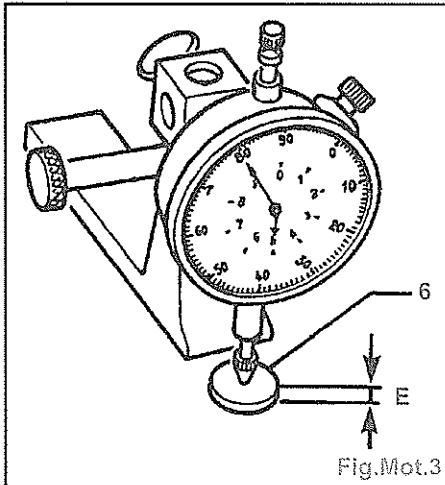

Fig.Mot.3
- les pousoirs (5),
- les grains de réglage (6).
- Mesurer l'épaisseur (E) des grains de réglage (6) (Fig.Mot.3).